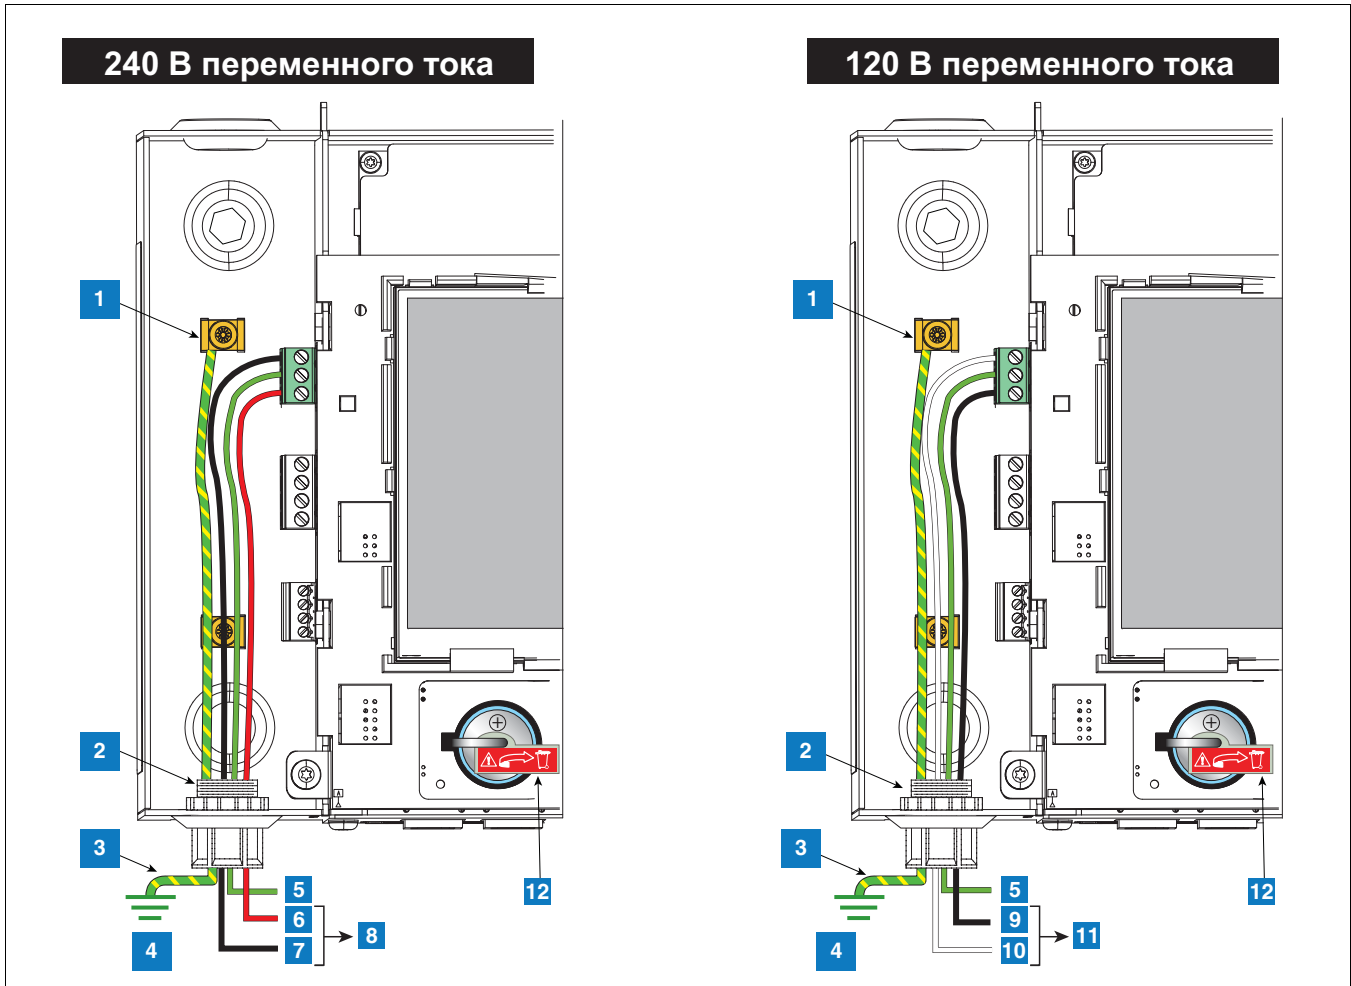

Рисунок 5. Подключение к консоли питания переменного тока
3. Подключите входные провода питания на 120 или 240 В переменного тока, как показано на рис. 5.
### СИСТЕМА НУМЕРАЦИИ НА рис. 5